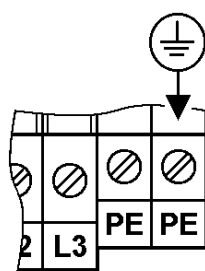

fig. 21: Messa a terra supplementare
- A causa della corrente dispersa elevata si deve collegare in conformità di EN 50 178 una ulteriore messa a terra rinforzata (fig. 21).